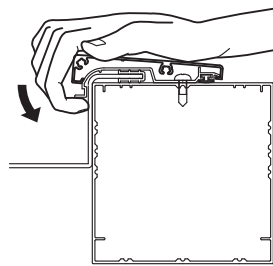
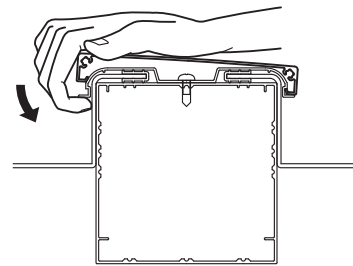

図9-9 端部の場合
図9-10 中間部の場合
④ 屋根固定材カバーを屋根固定材にはめ込んでください。(図9-9、図9-10参照)